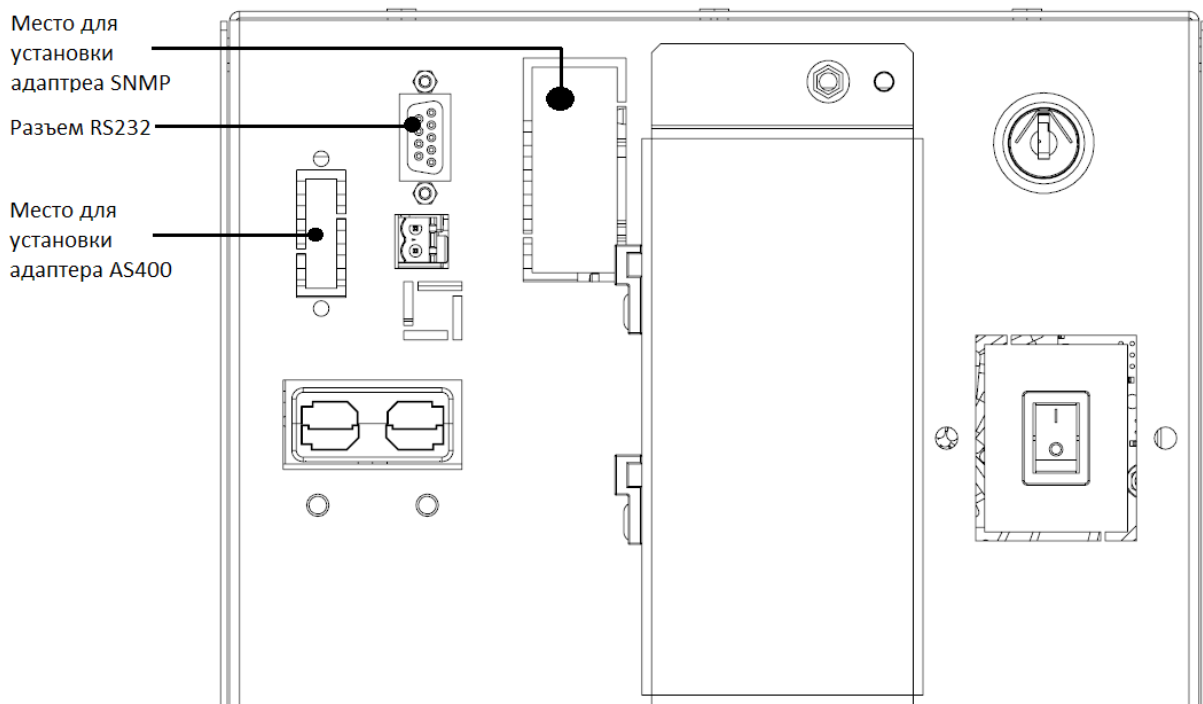

Рисунок 13. Интерфейсы Solo MD
- 3) Удалить заднюю заглушку для установки платы SNMP (расположение заглушки на рис. 13)
- 2) Удалить заднюю заглушку для установки платы AS400 (расположение заглушки на рис. 13)